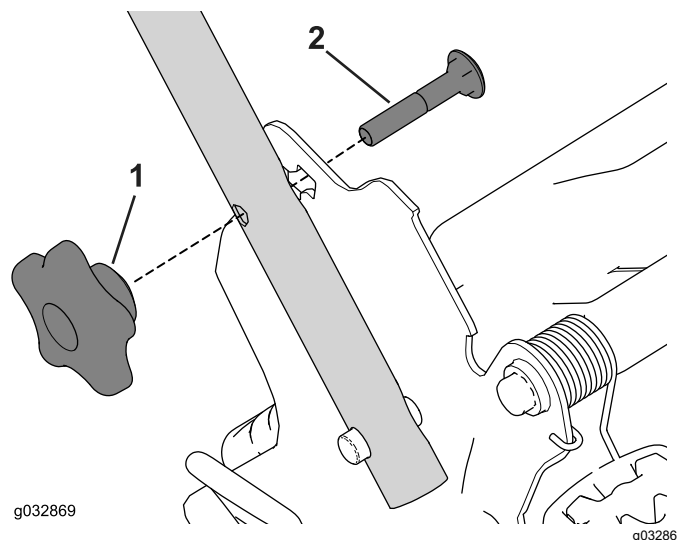

Figure 22
1. Retirez et conservez les 2 boutons et les 2 boulons de carrosserie du support de la poignée (Figure 22).